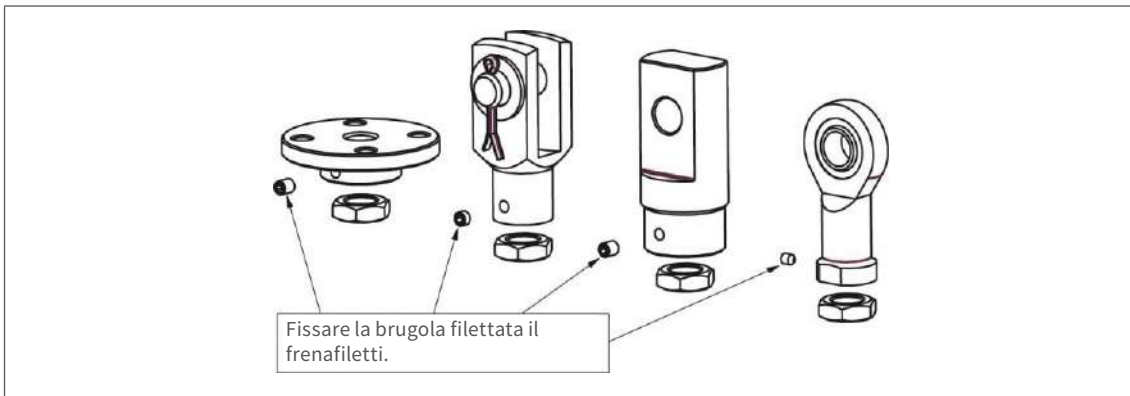

Fig. 9: inserire la brugola di bloccaggio, solo dopo aver regolato la posizione desiderata dell'accessorio scelto.
3. Per le taglie 50, 100 e 150 delle serie Z e ZE, per il fissaggio del corpo del martinetto è necessario impiegare viti con rondelle (tipo DIN 1441), in quanto i fori passanti sono ovali. Assemblare gli accessori sulla vite (vedi fig. 9), utilizzando un frenafili (tipo Loctite) ed inserendo in seguito la brugola filettata di bloccaggio (fino alla taglia 100).